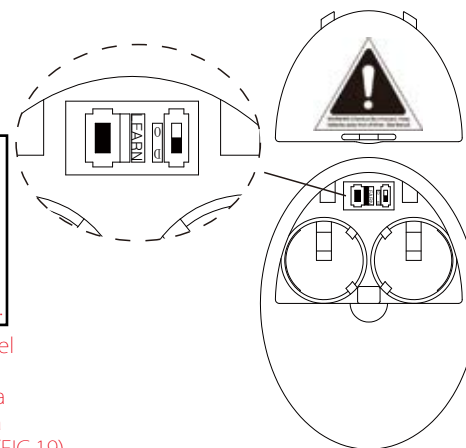

Fig. 19
## ACTIVANDO EL PROCESO DE APRENDIZAJE (Fig.19)
2. Al acabar la instalación, la alimentación de CA se enciende dentro de los 30 segundos, mantenga presionado el botón APRENDER durante 3 segundos. El ventilador se encenderá a velocidad media y la luz (si se instala) se encenderá. Esto confirma que el ajuste SMART SYNC está activo y correcto. (FIG.19)
## SELECTOR DE FUNCIÓN DE LUZ (Fig. 19)